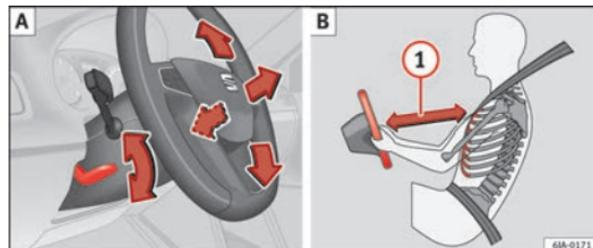

Fig. 100 Volante ajustable: palanca debajo de la columna de dirección / distancia segura desde el volante
- Mantenga una distancia mínima de 25 cm entre el volante y el tórax  ⇒ **fig. 100**  ⇒ página 143. Si no se respeta dicha distancia mínima, el sistema de airbag no podrá cumplir su función protectora – ¡al activarse puede representar peligro de muerte!
- Tire hacia abajo de la palanca situada debajo del volante ⇒ fig. 100 A.